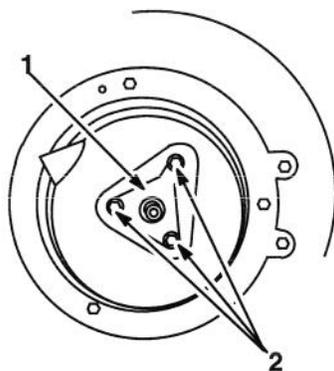

Figure 32
4. Retirer les boulons fixant l'échappement et le support du vilebrequin (Fig. 32).